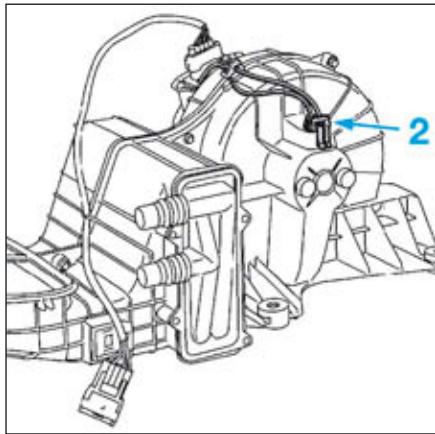

FIG.35
- Débrancher le connecteur (2) du moteur de groupe motoventilateur arrière (Fig.35).